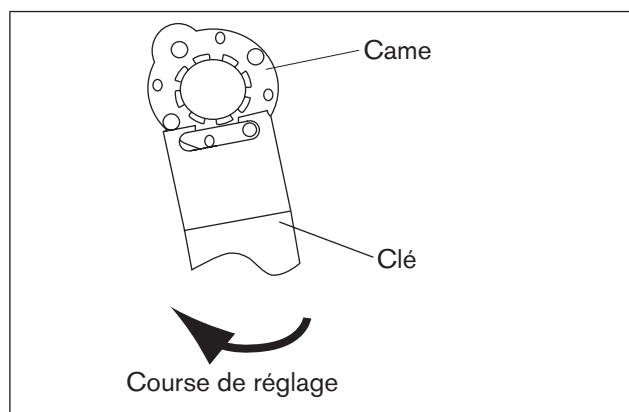
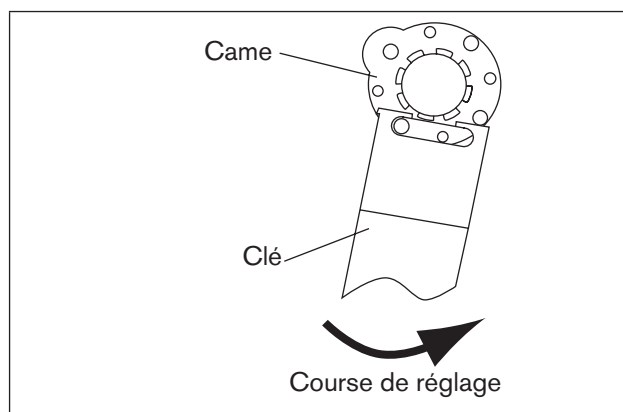

Figure 11 : Réglage des contacts de recopie dans le sens des aiguilles d'une montre
Figure 12 : Réglage des contacts de recopie dans le sens contraire des aiguilles d'une montre
- Réglez les deux cames supérieures à l'aide d'une clé appropriée (voir « Figure 11 » et « Figure 12 »).